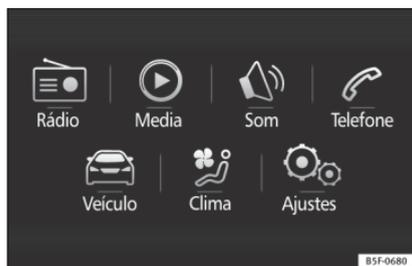

Fig. 33 Easy Connect: Menu principal.
- Pressione a tecla **MENU** do sistema e, posteriormente, o botão **CAR** » » Fig. 33, ou a tecla **CAR** do sistema, para ir para o menu **CAR** » » Fig. 34.